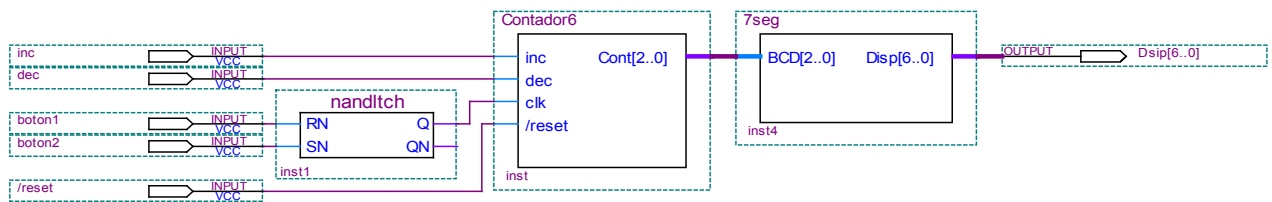

Figura 2. Circuito de prueba para la parte b)
- Analizar cómo manejar las entradas del flip-flop S\|R\ para lograr una señal de reloj sin rebotes y simular el bloque nandlitch (ver Figura 2).
- Generar un proyecto en el **Quartus** con el circuito de la Figura 2 donde las entradas **inc**, **dec** y **reset_n** se conectarán a los switches 9, 8 y 0 respectivamente, las entradas **boton1** y **boton2** a los pulsadores 1 y 2 respectivamente y la salida **Disp[6..0]** al display 0 de la placa DE0. Analizar el circuito, programar en la placa y verificar el funcionamiento de **Contador6**.
- Breve explicación de cómo será probado el circuito de la Figura 2 y qué deberá observarse en la placa DE0.